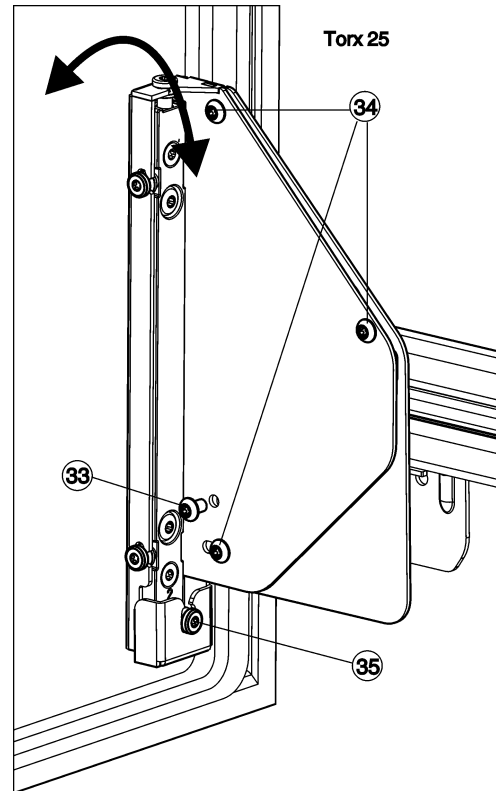

Fig. 26
- ▶ Svitare completamente la vite Fig. 26 (33).
- ▷ Eliminare la vite Fig. 26 (33), non è più richiesta.
- ▶ Allentare solamente le viti Fig. 26 (34) di 1 - 2 giri.
- ▶ Girare la vite di regolazione Fig. 26 (35). In senso orario: la porta in alto si inclina in direzione opposta al corpo dell'apparecchio. In senso antiorario: la porta in alto si inclina verso l'apparecchio e in basso in direzione opposta all'apparecchio.
- ▶ Al termine della regolazione dell'inclinazione serrare di nuovo fermamente tutte le viti Fig. 26 (34).